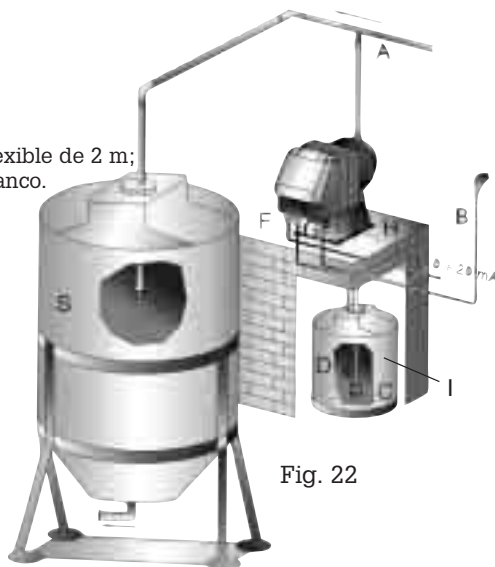

Fig. 22
9.2 - ESQUEMA TÍPICO DE UNA INSTALACIÓN (Fig.22